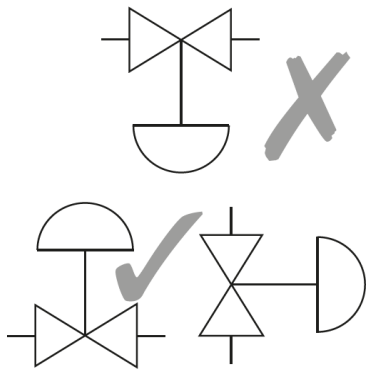

Fig. 4
- 3.3. Voorzie een correcte installeersituatie en stromingsrichting van de vloeistof. De klep liefst in een horizontale leiding installeren, met de klep boven de leiding (zie Fig. 4). Indien een servomotor op de klep gemonteerd wordt, volg de installatie en onderhoudsinstructies van de servomotor.